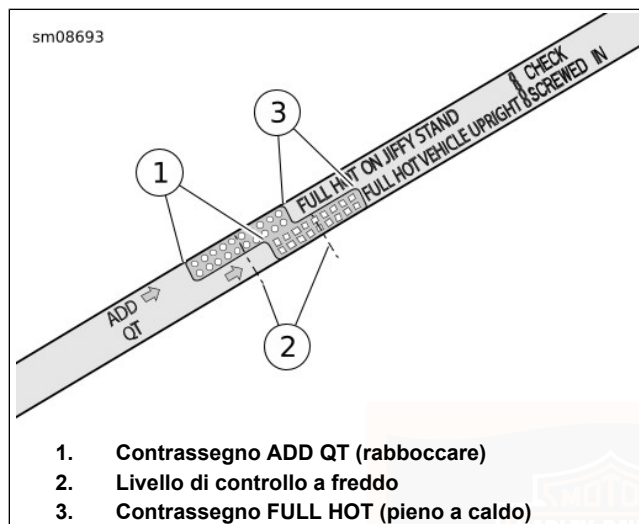

Figura 47. Astina di livello dell'olio motore
Vedere Figura 47. Quando si controlla il livello dell'olio, usare il lato dell'astina contrassegnato con FULL HOT VEHICLE UPRIGHT (pieno a caldo con veicolo diritto).
3. Vedere Figura 47. Rimuovere il tappo del rifornimento/l'astina di livello dell'olio. Verificare il livello dell'olio usando il lato dell'astina contrassegnato con FULL HOT VEHICLE UPRIGHT (pieno a caldo con veicolo diritto). Il giusto livello dell'olio dovrebbe essere a metà (2) tra i contrassegni ADD QT (rabboccare) e FULL HOT (pieno a caldo) sull'astina di livello.
6. Controllare il livello dell'olio. Aggiungere una quantità di olio sufficiente perché il livello sia a metà tra ADD QT (1) (rabboccare) e FULL HOT (pieno a caldo) (3).
4. Vedere Figura 47. Rimuovere il tappo del rifornimento/l'astina di livello dell'olio. Verificare il livello dell'olio usando il lato dell'astina contrassegnato con FULL HOT VEHICLE UPRIGHT (pieno a caldo con veicolo diritto). Il livello dovrebbe essere tra i contrassegni ADD QT (rabboccare) (1) e FULL HOT (pieno a caldo) (3). Aggiungere solo l'olio necessario per raggiungere il segno FULL HOT (pieno a caldo) sull'astina di livello. Non rabboccare eccessivamente.